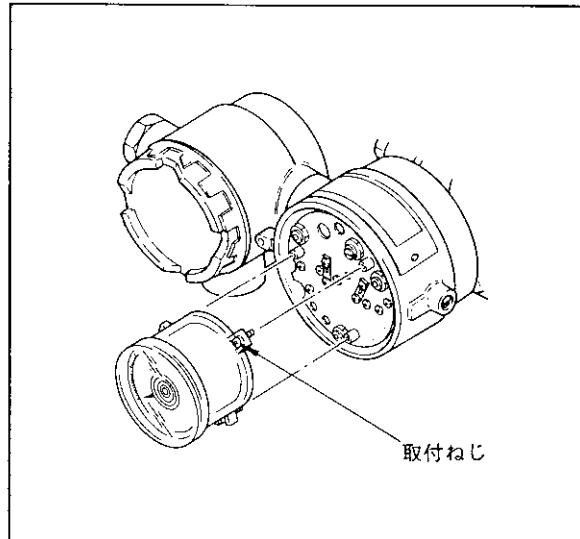

図6.4 内蔵指示計の取りはずしおよび取付け
- (1) 測定レンジの 0% を正または負方向に遷移している場合は、遷移量を零にします(6.6項参照)。
- (2) スパン粗調整ジャンパ(またはピンコネクタ)をHIGHの位置に固定します(図6.4参照)